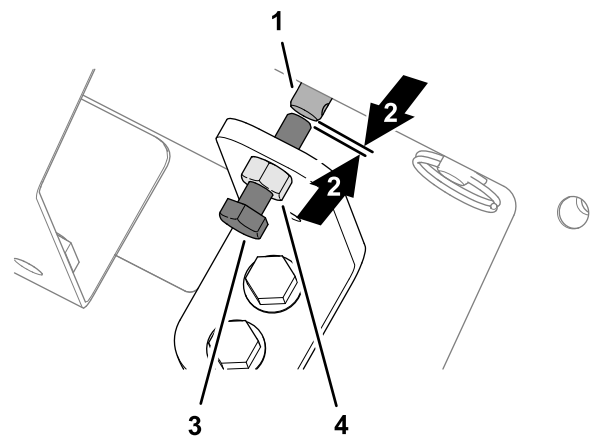

Figura 38
1. Allentate il controdado in corrispondenza della staffa del sistema di esclusione (Figura 38).
2. Ruotate la vite a testa esagonale del sistema di esclusione della valvola in senso orario sinché non vedrete una piccola apertura tra l'estremità della vite e l'estremità dello stelo del solenoide della velocità del piano (Figura 38).
3. Serrate il controdado (Figura 38).